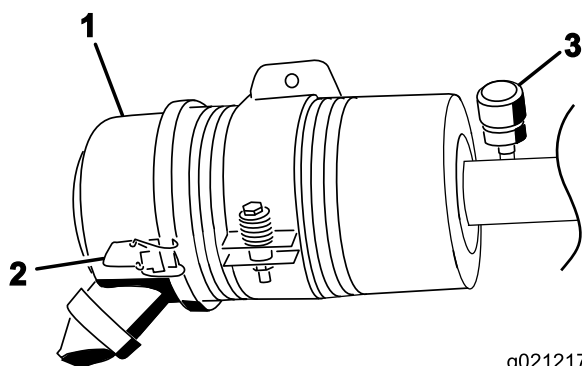

図 72
エアクリーナのフィルタの整備は、インジケータが赤色になってから行ってください 図 72。早めに整備を行っても意味がありません。むしろフィルタを外したときにエンジン内部に異物を入れてしまう危険が大きくなります。
1. エアクリーナのカバーをボディーに固定しているラッチを外す 図 72。